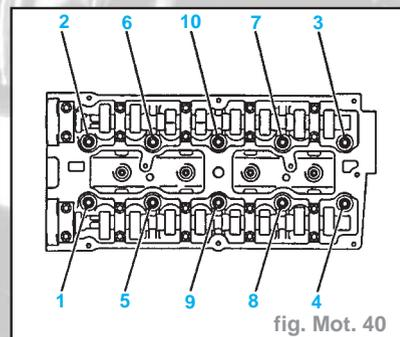

fig. Mot. 40
- Desserrer les vis de culasse dans l'ordre représenté par la figure d'abord d'un quart de tour, puis d'un demi-tour (fig. Mot. 40).